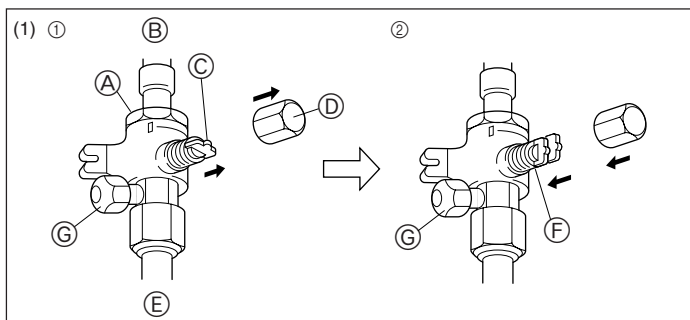
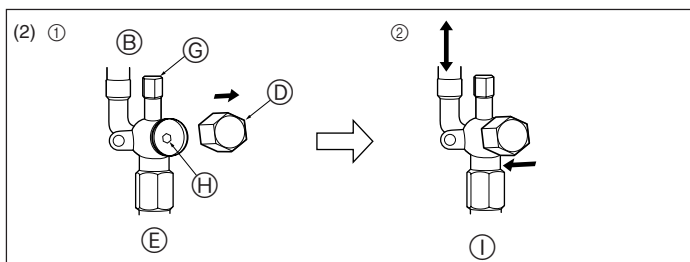

Fig. 4-6
Fig. 4-7
- (1) Lado del gas (Fig. 4-6)
- ① Quite la tapa, tire de la manivela hacia usted y gire 1/4 de vuelta hacia la izquierda para abrir.
- ② Cerciórese de que la válvula de parada esté completamente abierta, empuje la manivela y enrosque la tapa en su posición original.
- (2) Lado del líquido (Fig. 4-7)
- ① Abra la tapa y gire la varilla de válvula hacia la izquierda hasta su tope, utilizando una llave hexagonal de 4 mm. Deje de girar cuando llega al tope. (ø6,35: Aproximadamente 4,5 revoluciones) (ø9,52: Aproximadamente 10 revoluciones)